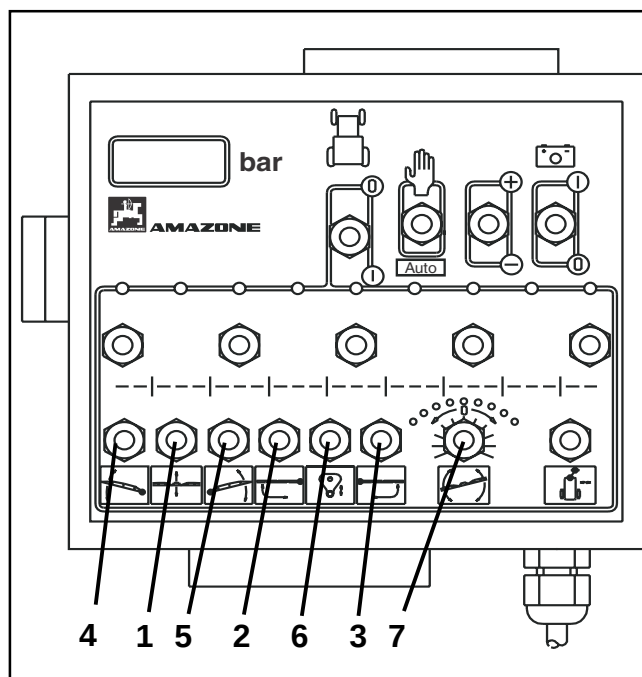

Fig. 8.28
- Tasterne (fig. 8.28/ 2 og 8.28/ 3) holdes i positionen "afvinkling", indtil begge bomsektioner er klappet helt op.